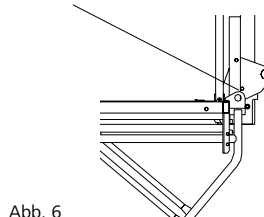

Abb. 6
3. Um die Abhebesicherung zu aktivieren müssen Sie darauf achten, dass beide Schwerlastklinken **(8)** beim Anheben der Arbeitsbühnen LAB über den Rahmen geschwenkt sind (Abb. 6).